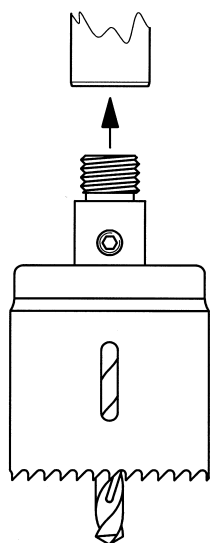

Figura 5
- Montar el porta-fresa con la broca piloto en el eje de perforar. Roscar en el porta-fresa la fresa correspondiente a la medida de la perforación a realizar a través del accesorio. Ver *Figura 5*.